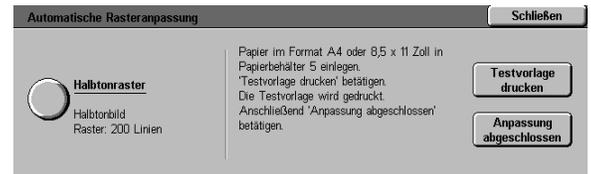

Abb. 51: Automatische Rasteranpassung
- 2 **Automatische Rasteranpassung** betätigen. Der Bildschirm "Automatische Rasteranpassung" erscheint (s. Abb. 51).